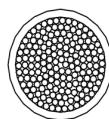

图3-13 : 交流线材剥线
- 线材表面积范围如图3-13
有关用于连接交流端子的导线准备步骤，请参阅第3.4节中的图3-13。请确保所使用的交流导体尺寸符合NEC或当地电力法规的规范。